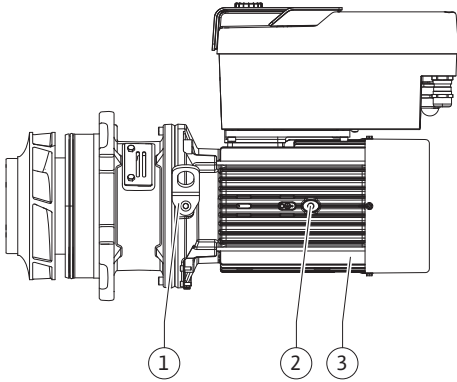

Fig. 108: Moottori-juoksupyöräyksikkö
13. Vie moottori-juoksupyöräyksikkö (katso Fig. 108) pumpun pesään vanhaan tai haluttuun uuteen kulma-asentoon. Huomioi tässä komponenttien sallitut asennusasennot (katso luku "Sallitut asennusasennot ja komponenttien sijoituksen muutokset ennen asennusta" [► 24]).
14. Asennuspulttien käyttöä suositellaan (katso luku "Lisävarusteet" [► 19]). Kun tiivistelaipan ohjain on alkanut selvästi tarttua (n. 15 mm ennen pääteasentoa), ei ole enää kallistumisen tai kulmittain kääntymisen vaaraa. Kun moottori-juoksupyöräyksikkö on varmistettu vähintään yhdellä ruuvilla (Fig. I/III, pos. 10 tai Fig. III/IV, pos. 29), voidaan kiinnitysvälineet poistaa kuljetussilmukoista.
15. Kierrä ruuvit (Fig. I/III, pos. 10 tai Fig. III/IV, pos. 29) paikoilleen, mutta älä vielä kiristä niitä lopullisesti. Kun ruuvit kiristetään, moottori-juoksupyöräyksikkö siirtyy pumpun pesän sisään.